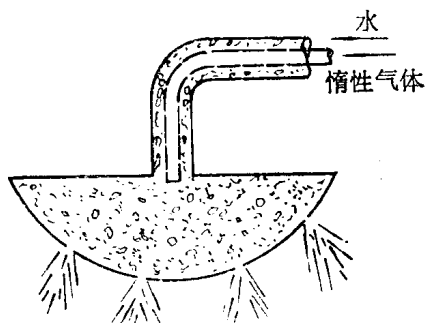

图1—3 气水混合式水雾喷头
4. 多种型式的水雾喷头 (图1—4), 有扩散式、螺旋式和离心式, 是用机械能把水流变成水雾。主要使用于化工装置、石油液化气储罐、油泵房、石油装卸栈桥、重油储罐、